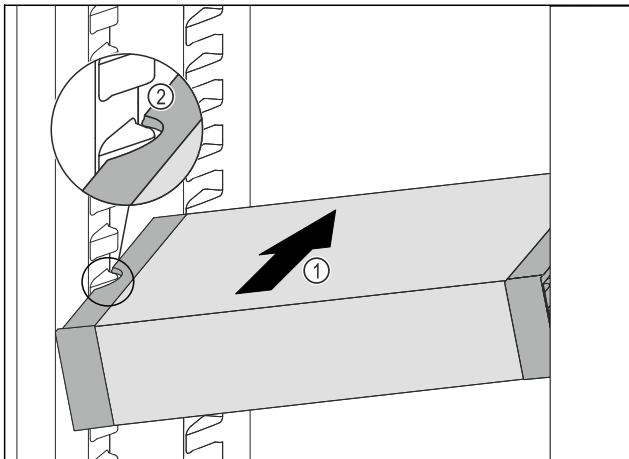

Fig. 129
- ▶ Вдвигайте VarioSafe под наклоном в холодильное отделение Fig. 129 (1), пока боковые выемки Fig. 129 (2) VarioSafe не окажутся на высоте выступа резервуара в холодильном отделении.